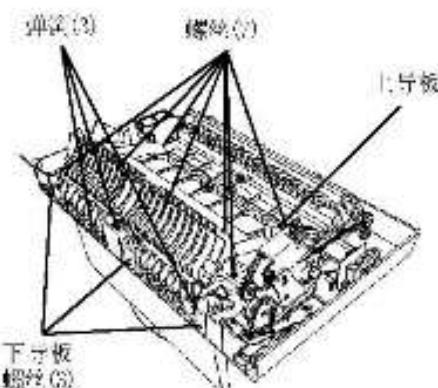

图 6 安装下和上导板
3. 安装下导板螺栓(3)，弹簧(3)，上导板和螺栓(7)(图 6)。